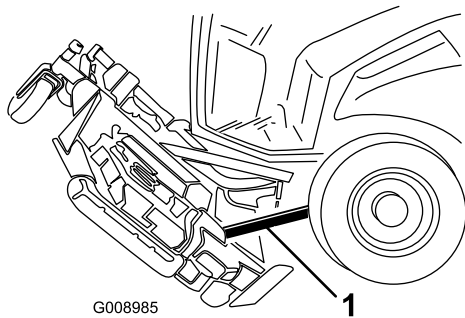

図 93
5. デッキの後部と機体の間に 5 x 10 cm 程度の角材を入れる (図 93)。